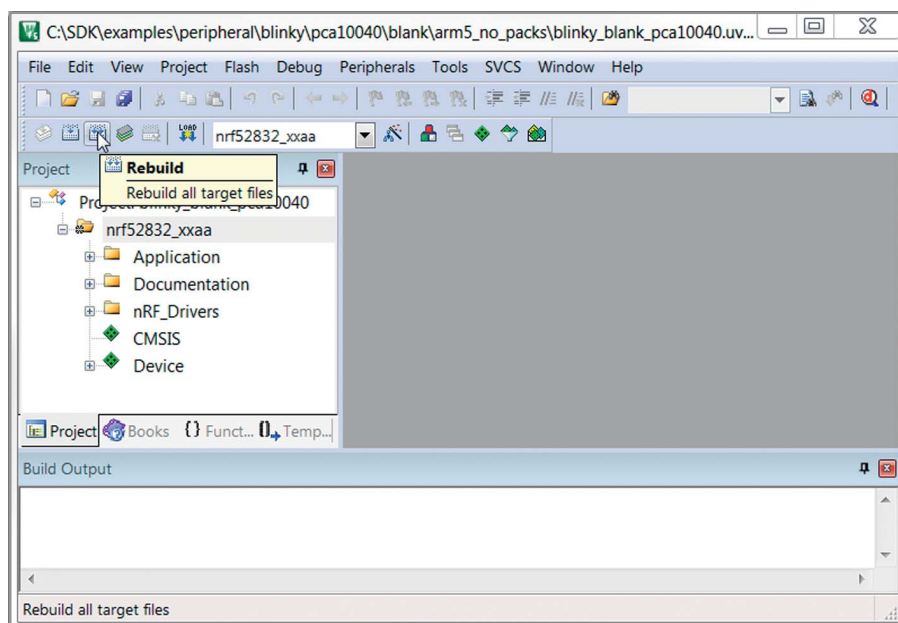

Рис. 6. Компиляция проекта в Keil MDK5
- д) скомпилировать проект (см. рис. 6);